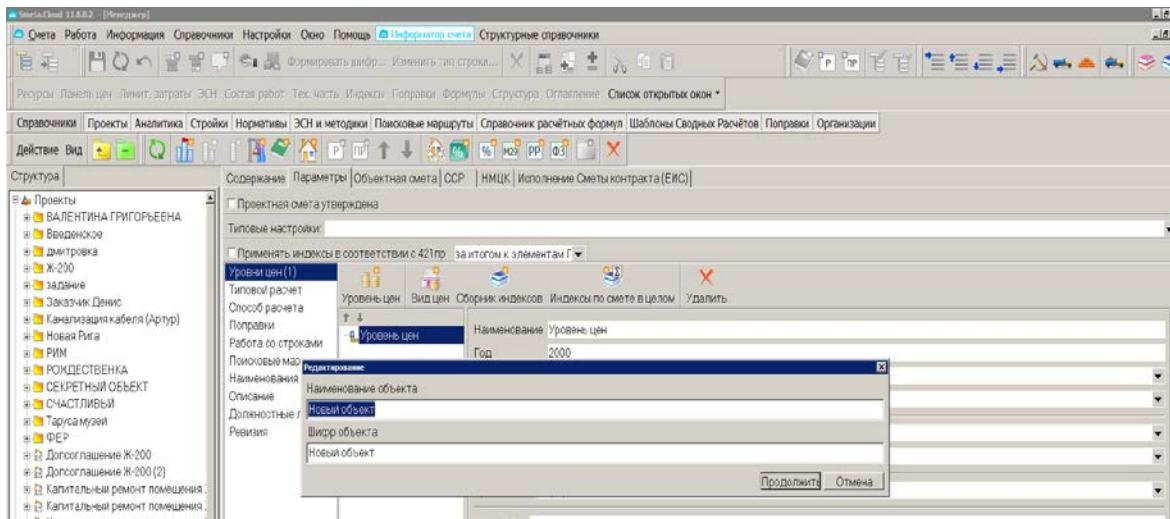

Рис. 3. Добавление объекта в справочник
- дать наименование объекту (рис.3).